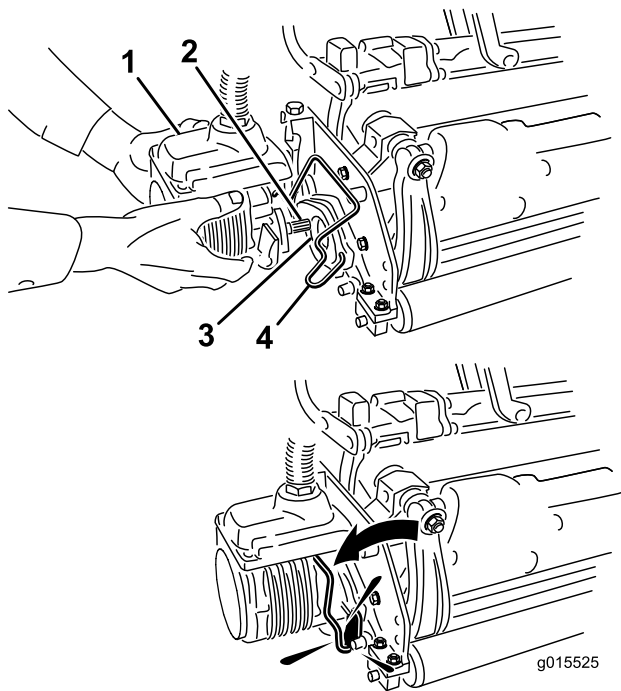

图38
- 在滚刀组马达的花键轴上涂抹干净的润滑脂（图38）。
- 将马达插入滚刀组左侧（从操作员的位置看），并将滚刀组上的马达固定架拉向马达，直到听见马达两侧发出“咔哒”的声音（图38）。